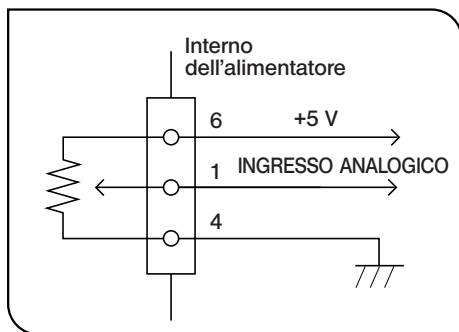

Fig. 7
## 3 Regolazione della Luce con Regolatore VR Esterno (Fig. 7)
1. Collegare un regolatore VR come illustrato in Fig. 7.
2. Posizionare l'interruttore su « I » (ON).